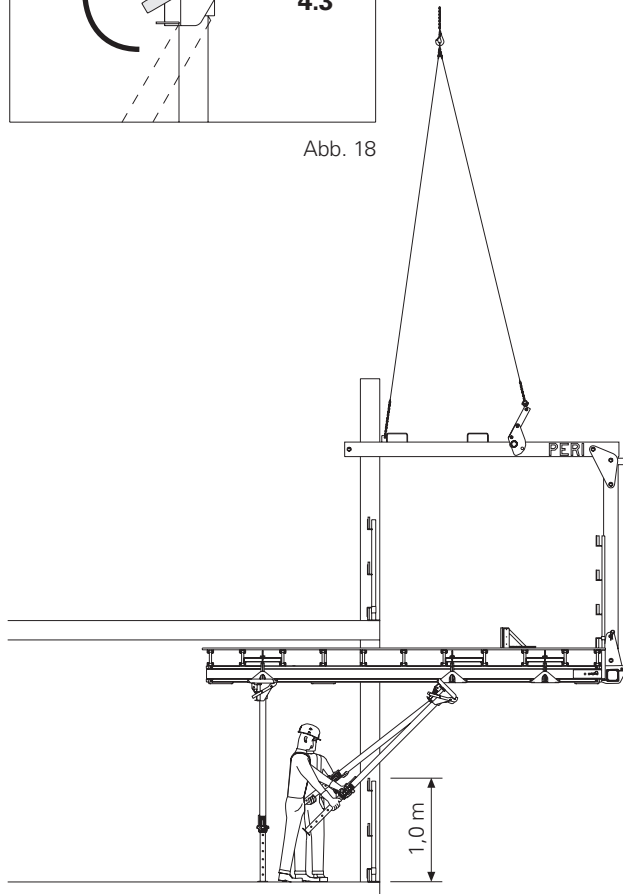

Abb. 19
4. Stütze über Brüstung oder Seitenschutz heben. Abb. 19